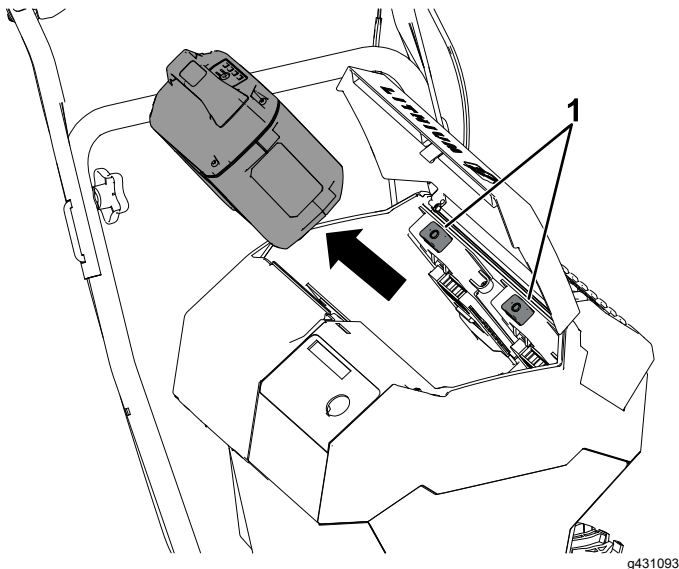

Figura 18
2. Presione el cierre de la batería para liberar la batería, y retire la batería (Figura 18).